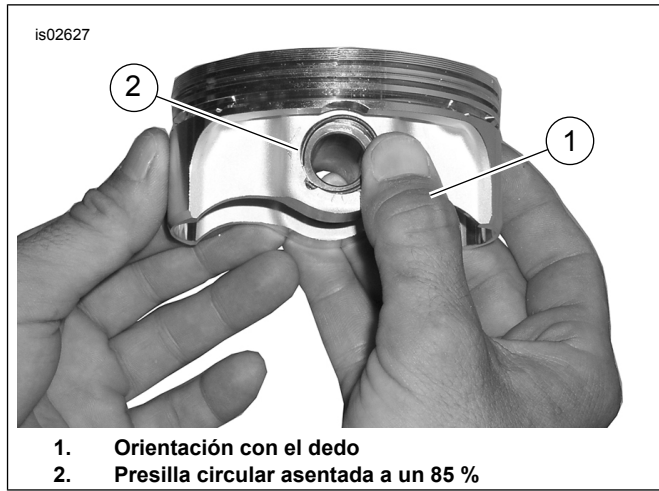

Figura 4. Instalación de la presilla circular
2. Vea Figura 4. Coloque el pulgar (1) como se muestra. Presione firmemente hasta que aproximadamente el 85% de la presilla circular (2) esté asentada en la ranura.